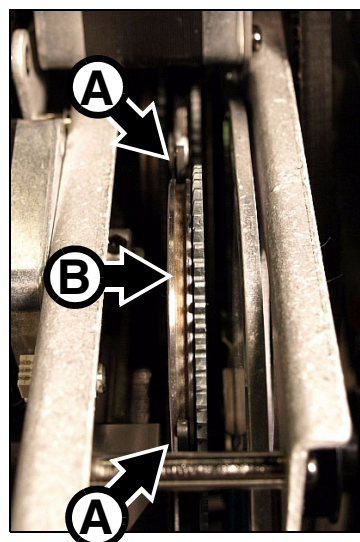

Figure 21: Clip de rétention
11. Voir Figure 21. Poussez le porte gobo dans son clip jusqu'à ce que les mâchoires **A** s'engagent dans la rainure **B** autour du porte gobo et que l'aimant s'aligne avec le point de référence. Tournez le porte gobo avec le doigt pour vérifier qu'il tourne correctement et que les dents du porte gobo s'engagent sans forcer dans la roue d'entraînement au centre de la roue.